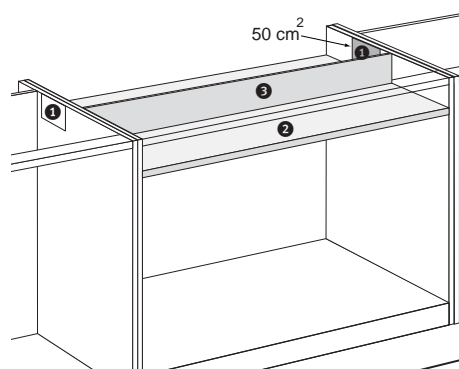

Figuur 9: Lade onder de kookplaat
- Bij inbouw boven een lade moet er aan de voorzijde een spleet gemaakt worden van minimaal 560 x 6 mm voor de beluchting (zie figuur 9). **Let op:** een lade mag de ventilatieopeningen aan de onderzijde van het toestel niet afsluiten.
- De afstand tussen lade A en de kookplaat moet minimaal 10 mm bedragen of plaats een vaste blende. Bij een vaste blende hoeven geen extra aanpassingen voor beluchting te geschieden (zie figuur 9).